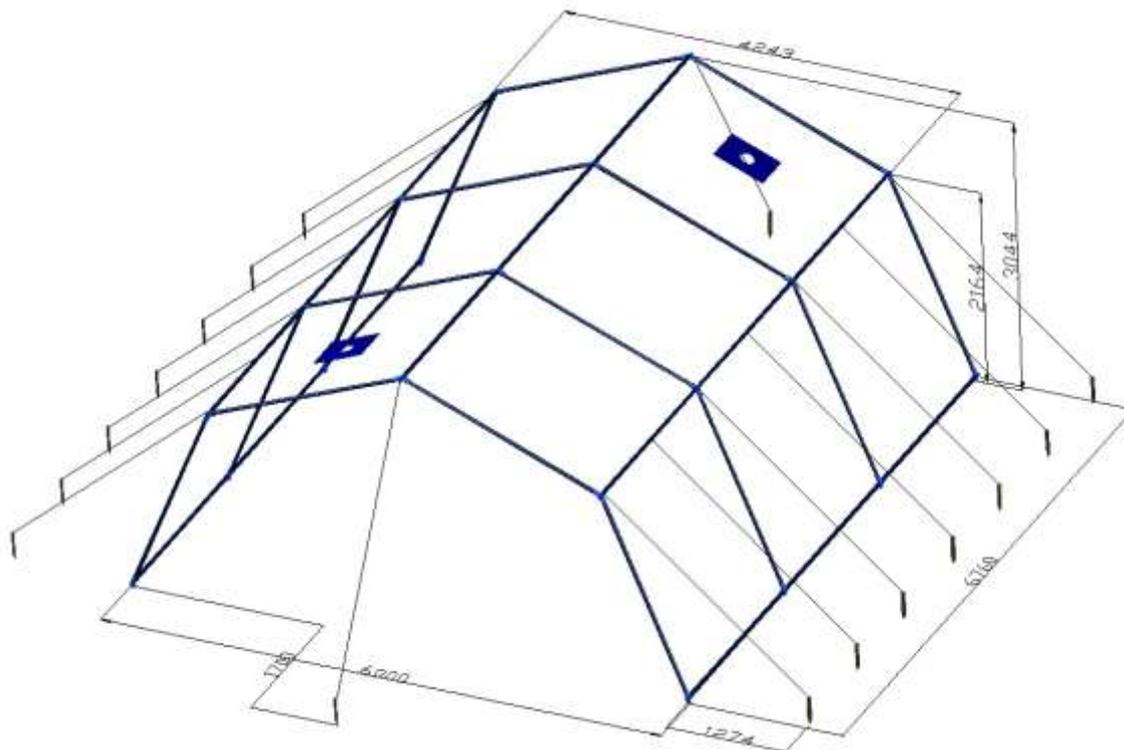

Рис.1
4.1. Каркас из трубчатых звеньев, соединяемых между собой в соответствии с рис.1. Места соединений фиксируются пружинными фиксаторами.
Рис.1а
Рис.1б
Рис. 1в
5.13. Вереvoчные оттяжки пропустить через петли внешнего намета и закрепить на вбитых в грунт кольях. Выполнить натяжение оттяжек при помощи натяжителей. Расположение оттяжек см. Рис.1.